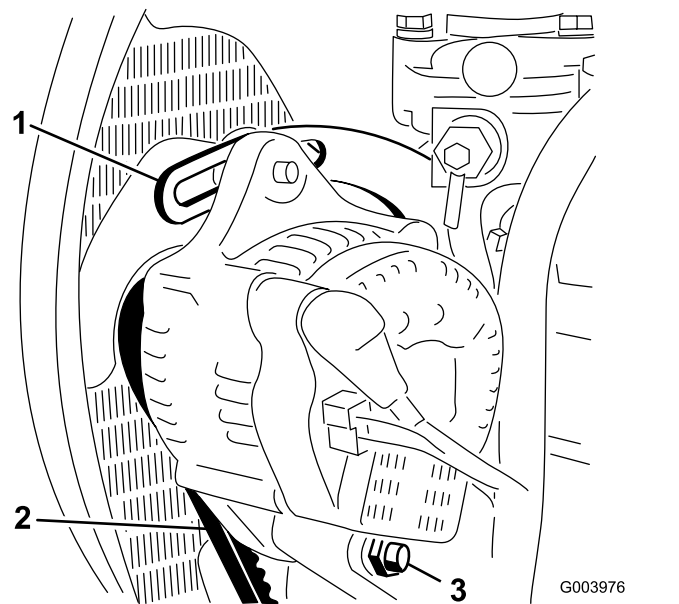

図 48
2. オルタネータ側プーリとクランクシャフト側プーリ間の中央部でオルタネータベルト(図 48)を指で10 kg程度の力で押してベルトの張りを点検する。
3. ブレースをエンジンに固定しているボルト 図 48 と、オルタネータをブレースとピボットボルトに固定しているボルトをゆるめる。